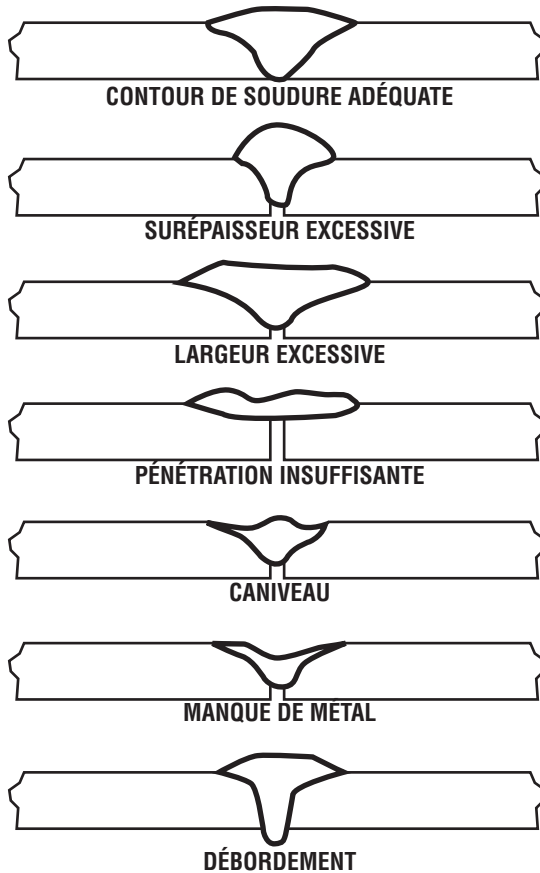

Figure 16: Caractéristiques des bons et mauvais joints de soudure
7. Puisque l'angle du chalumeau préchauffe les métaux situés à l'avant du soudage, la dernière moitié du soudage est capitale. Augmentez l'apport de métal supplémentaire afin de garantir une surface de soudage lisse. Reportez-vous à la figure 16, page 41 pour les caractéristiques visuelles des bons et mauvais joints de soudure.